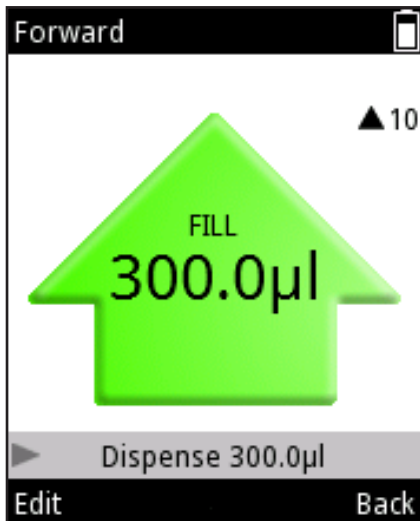

Imagen D4.
1. El volumen puede modificarse pulsando (**Edit**, Editar) o , en la función de pipeteo activa (Imagen D4).
1. El volumen puede modificarse pulsando  (**Edit**, Editar) o , , en la función de pipeteo activa (Imagen D4).
1. Pulse  (**Edit**, Editar) o ,  en la vista de modo de pipeteo (Imagen D4).